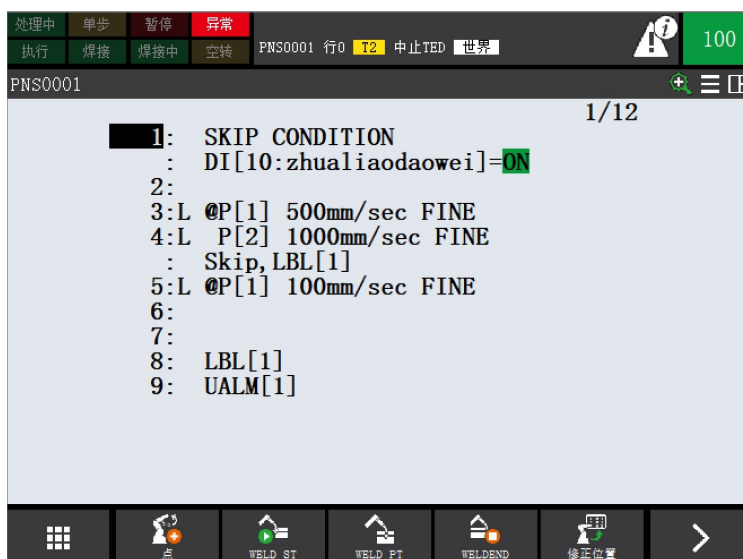

图 2.3.3
3) 示教目标位置后, 我们将该位置后增加跳转标签, 见图 2.3.3 中的第 4 行程序, 在“FINE”后面点“ENTER”按键, 找到“SKIP, LBL[1]”, 在程序后面再写上 LBL[1] 标签, 后面再加上报警指令。